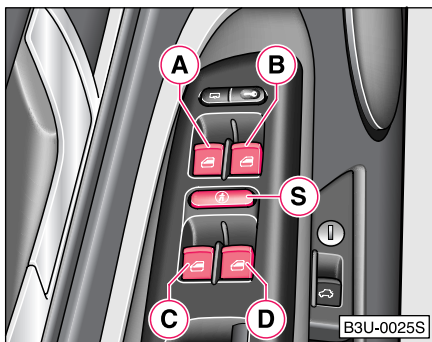

Fig. 30 Înterupătoarele din ușa conducătorului auto.
Cu tasta de siguranță (S) ⇒ Fig. 30, se pot scoate din funcțiune înterupătoarele geamurilor de la ușile din spate ⇒ pagina 50. Doar atunci când tasta nu se află în poziția apăsată aceste înterupătoare sunt funcționale.
- Dacă transportați copii pe locurile din spate, vă sfătuim să blocați înterupătoarele geamurilor din spate (tasta de siguranță) (S) ⇒ pagina 50, Fig. 30. ▶